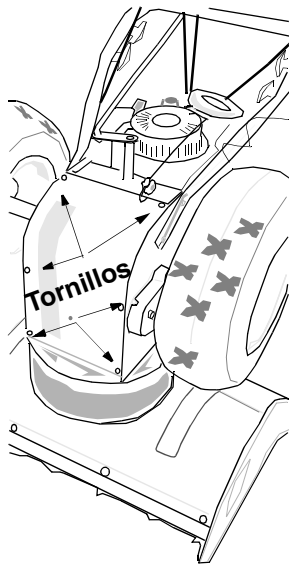

Figura 30
- Extraiga los seis tornillos autoroscantes de la cubierta del bastidor debajo de la limpiadora de nieve. Vea la figura 30.
- Separe la polea intermedia de la polea del propulsor y extraiga la polea de la polea del motor. Encontrará la polea intermedia en la parte delantera del motor y debajo de la cubierta de la correa que extrajo previamente. Vea la figura 30.
- Extraiga los seis tornillos de la cubierta del bastidor, debajo de la limpiadora de nieve. Vea la Figura 30.